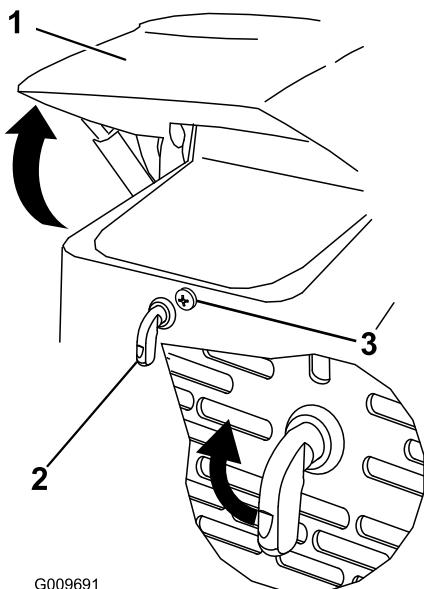

Bild 22
1. Lösen Sie die Arretierschraube an der Motorhaube (Bild 22)
2. Drehen Sie den Motorhaubenriegel nach rechts (Bild 22).
3. Klappen Sie die Haube hoch (Bild 22).
3. Ziehen Sie die Arretierschraube der Motorhaube fest, um den Riegel zu arretieren (Bild 22).